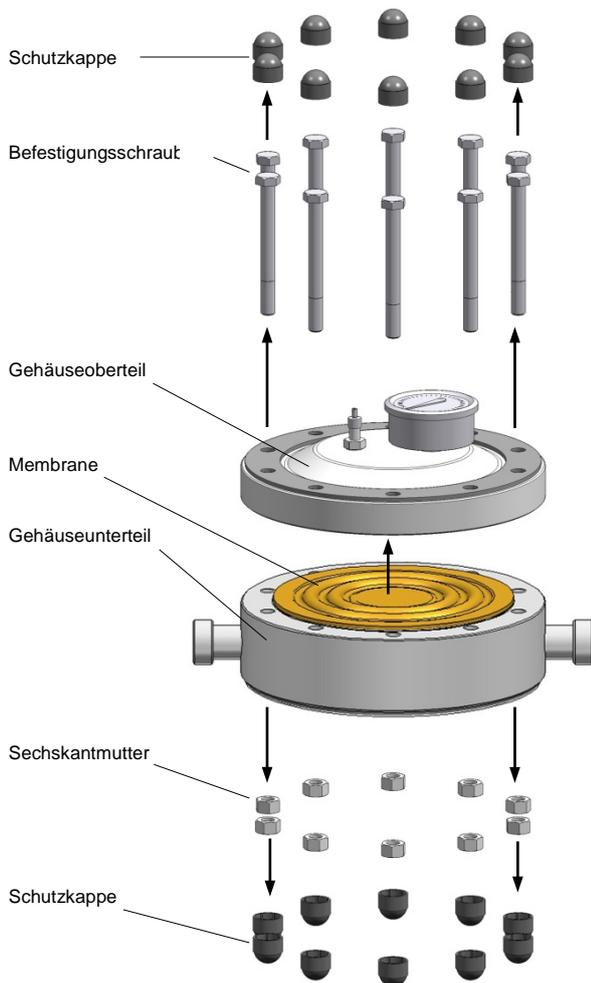

Abb. 27 Membranwechsel (Kunststoff-Ausführung)
- Befestigungsschrauben über Kreuz lösen und Gehäuse-oberteil abnehmen (siehe Abb. 27).